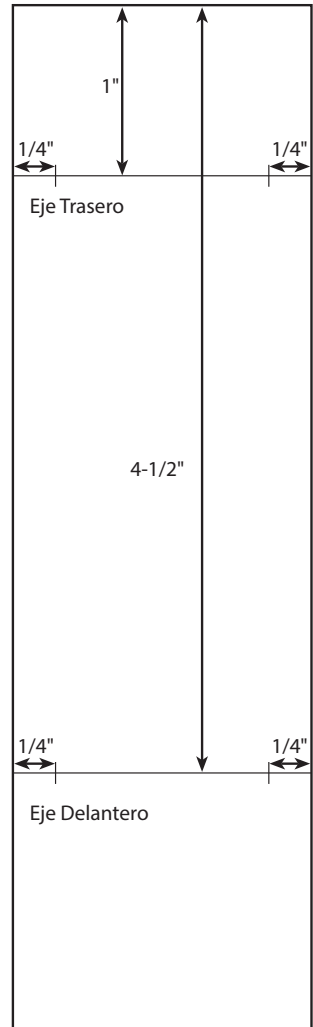

Figura 1
2. Mida 1" de uno de los extremos de la placa del chasis. En esa medida, haga una marca a ambos lados. Usando la regla, dibuja una línea recta a través del tablero que se alinee con las dos marcas (Figura 1). Aquí es donde irá el eje trasero.
3. Desde el mismo extremo, mida 4-1/2" hacia atrás y haga una marca en ambos lados de la placa del chasis. De nuevo, usa la regla para dibujar una línea recta a través del tablero que se alinee con las dos marcas (Figura 1). Aquí es donde irá el eje delantero.
4. En ambos extremos de cada línea del eje, medir 1/4" y hacer una marca que cruce con la línea del eje (Figura 1). Estas cuatro marcas serán donde se colocan los ojos de tornillos.